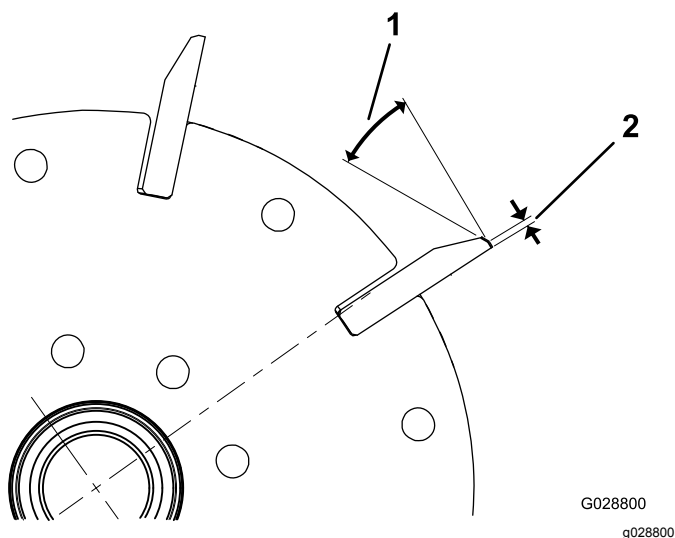
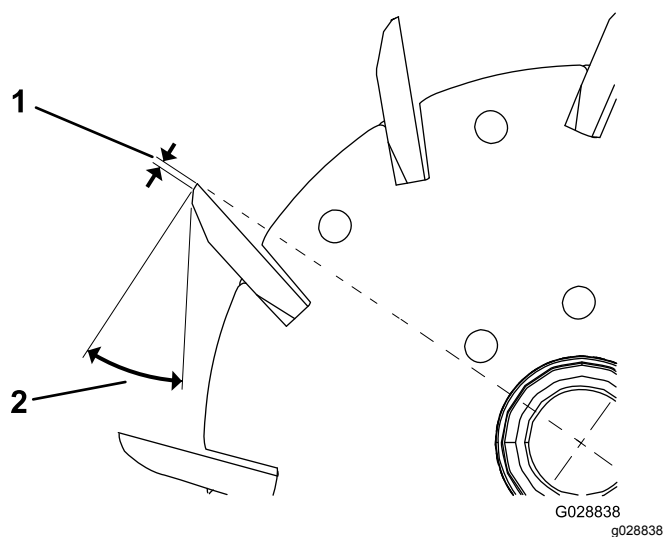

図 23
図 24
1. 全部のリール刃に 30° の角度で 2 番削りを行って、ランド部の幅を 1.3 mm にしてください 図 23 と 図 24。